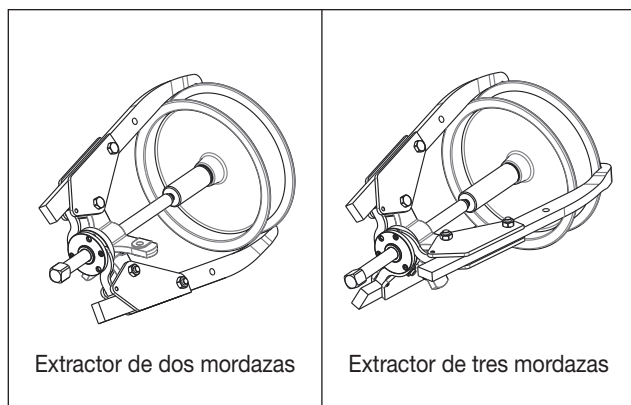

Figura 7, Extracción de polea (normal)
- Monte el extractor en la polea o la otra pieza a extraer. Véase la Figura 7 para ejemplos.
- Durante la operación, vigile continuamente si el extractor presenta deformaciones. Si nota que la varilla de ajuste o cualquier mordaza se deforma, deje inmediatamente de apretar la varilla de ajuste. Véase figura 7.